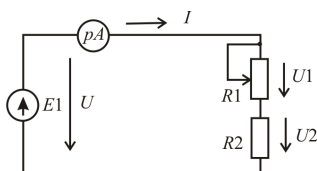

Рис. 2.1.
В последовательной цепи, приведённой на рис. 2.1, через все элементы протекает один и тот же ток. Напряжение источника равно арифметической сумме напряжений на всех резистивных участках цепи:
1. Для схемы на рис. 2.1 запишите формулы зависимостей  $I = f(R_1)$ ,  $P_1 = f(R_1)$ , по полученным формулам постройте графики.
1. Соберите электрическую цепь по схеме на рис. 2.1. При неизменном напряжении источника исследуйте влияние на изменение тока и напряжений на элементах цепи величины сопротивления  $R_1$ . Результаты измерений занесите в табл. 2.1.